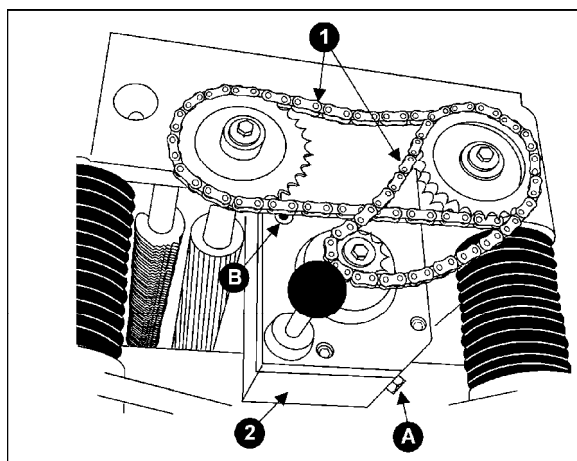

Рис. 33
1. Открутите сливную пробку (А, Рис. 33) при помощи ключа 14 мм и крышку заливной горловины (В, Рис. 33). Слейте грязное масло.
2. Затяните сливную пробку (А, Рис. 33).
3. Залейте через отверстие чистое масло (В, Рис. 33).
4. Затяните крышку заливной горловины (В, Рис. 33).